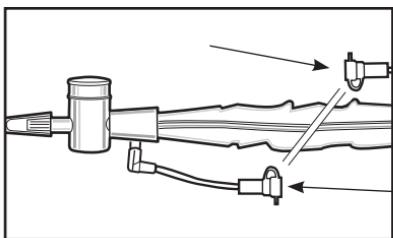

图3 湿润导管，从最靠近拇指控制阀的湿润灌注口注入液体
- 湿润时，将导管推进到希望的深度，从最靠近拇指控制阀的湿润灌注口注入液体 (图3)。